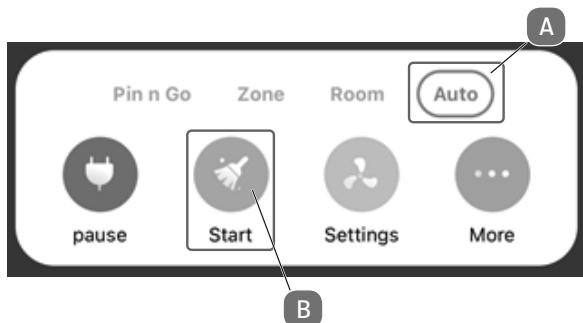

Fig. 14
- ▶ Para crear un mapa de sus dependencias, el robot debe iniciar un trayecto de reconocimiento. Para ello, haga clic según se muestra en la **fig. 14** en el **MODO AUTOMÁTICO** (A) en **INICIO** (B).